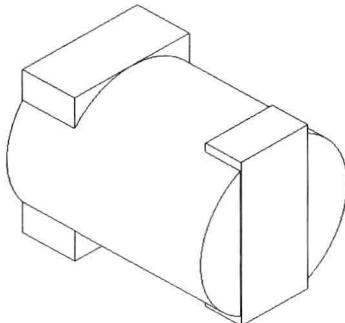
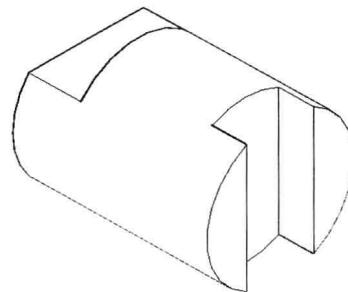

图 9-1-10
图 9-1-11
- (1) 打开素材文件“9-1-3.dwg”，如图 9-1-10 所示，包括三个长方体和一个圆柱体。
- (2) 在“实体编辑”面板中单击“差集”按钮，命令行中提示“选择要从中减去的实体或面域...选择对象”，单击圆柱体，并按 Enter 键。
- (3) 命令行中提示“选择要减去的实体或面域...选择对象”，单击 3 个长方体，并按 Enter 键。此时从圆柱体中挖去了 3 个长方体与其重叠的部分，如图 9-1-11 所示。